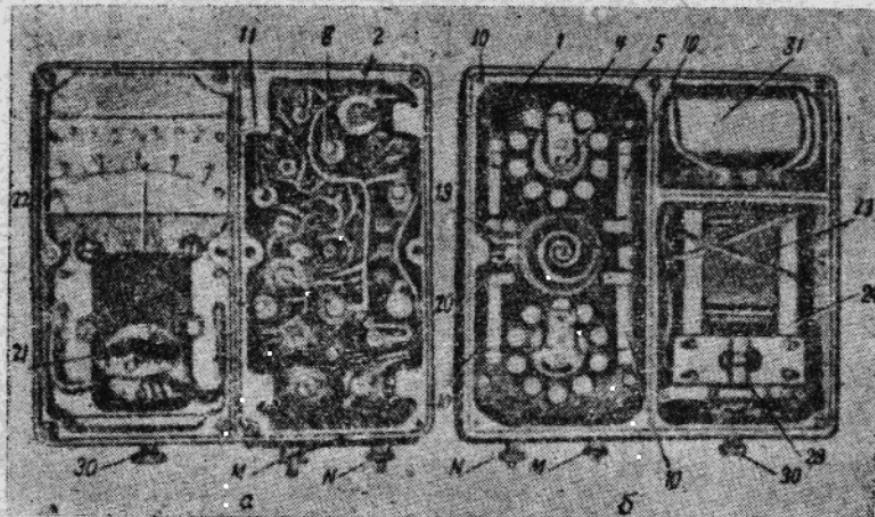

图 3. EII-1型电位計内部構造图 (参照达哈諾夫54图)
我们将电位计从仪器箱中取出后，首先看一看图3中3的电键（又名锁制器）是否将电流计的指针固定。照例在仪器装入箱中时就应该是固定住的。假使没有固定，则说明这台电位计的电流计部与有损坏的可能。是否已损坏仍应实事求是地用检查来说明。
(2) 将仪器翻过来，3的电键位置仍靠我们身体这一边，在仪器的右上角出露一块小小的铁板，用改锥拧下固定这小铁板的四个小螺丝，在拆卸的时候应注意各螺丝的位置，以便以后安装。
(3) 取出其中装有两个磷铜片的小胶木板，取出后就出露了图3中所示的31安装电池的位置。